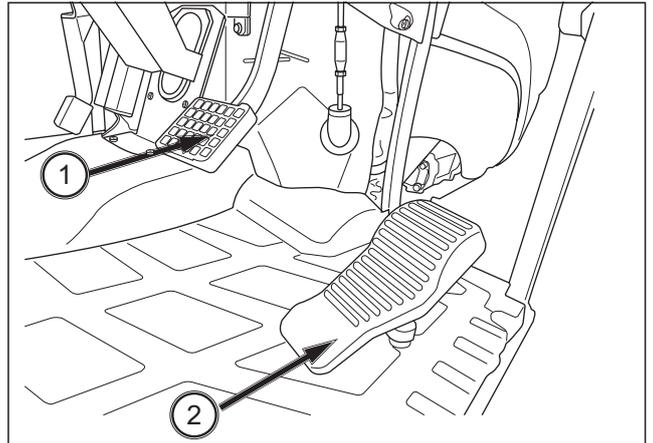

FIG. 57
FIGS. 57 & 59: Palanca del acelerador (5): controla la velocidad del motor y permanecerá en la posición seleccionada por el operador. Con la palanca de mano tirada hacia atrás (↶), el motor funcionará al ralentí. La velocidad del motor aumenta a medida que se empuja la palanca progresivamente hacia adelante (↷).